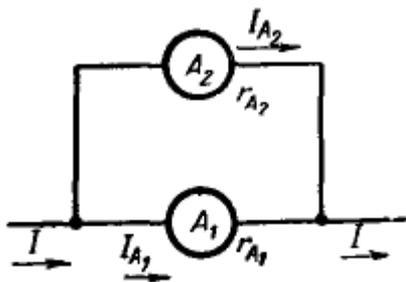

Рис. 54
6. Ток в цепи по мере присоединения к ней приемников энергии стал больше номинального тока амперметра  $I_{нолд} = 5 \text{ A}$ , внутреннее сопротивление которого  $r_A = 0,1 \text{ Ом}$ . Тогда было решено измерять ток в цепи двумя параллельно включенными амперметрами (рис. 54), причем номинальный ток второго амперметра  $I_{нолд} = 5 \text{ A}$  и внутреннее сопротивление  $r_{A_2} = 0,08 \text{ Ом}$ .